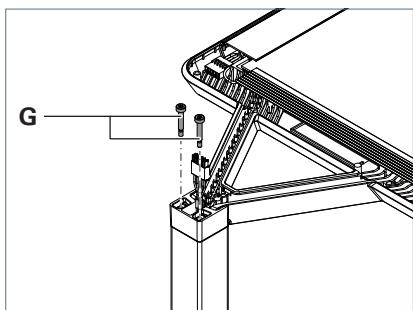

Fig. 4: Fissare la testa dell'apparecchio.
- ▶ Fissare la testa dell'apparecchio con le due viti **G** e serrarle, vedere Fig. 4.